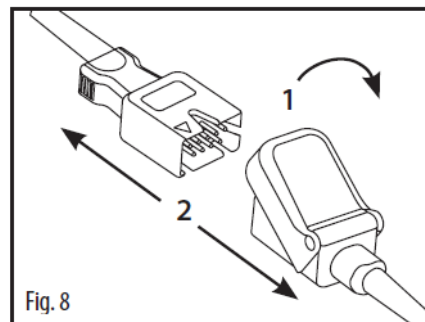

Fig. 30 Scollegamento del sensore LNCS dal cavo paziente LNC
Fare riferimento alle Fig. 8 nella Fig. 30: Spingere il cappuccio di protezione verso l'alto per accedere alla presa del sensore (1). Tirare con forza la spina del sensore per scollegarla dal cavo paziente (2).